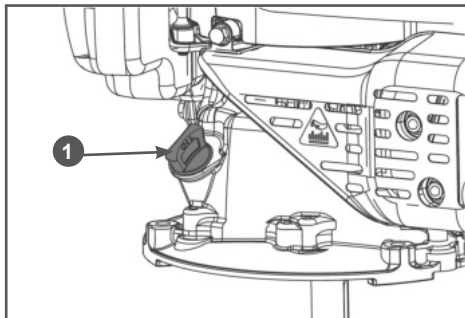

Рис. 6 Крышка-щуп маслосазливной горловины
2. Открутите крышку-щуп маслосазливной горловины и извлеките щуп (Рис. 6).
2. Выкрутите крышку-щуп 1 маслозаливной горловины и извлеките щуп (Рис. 6).